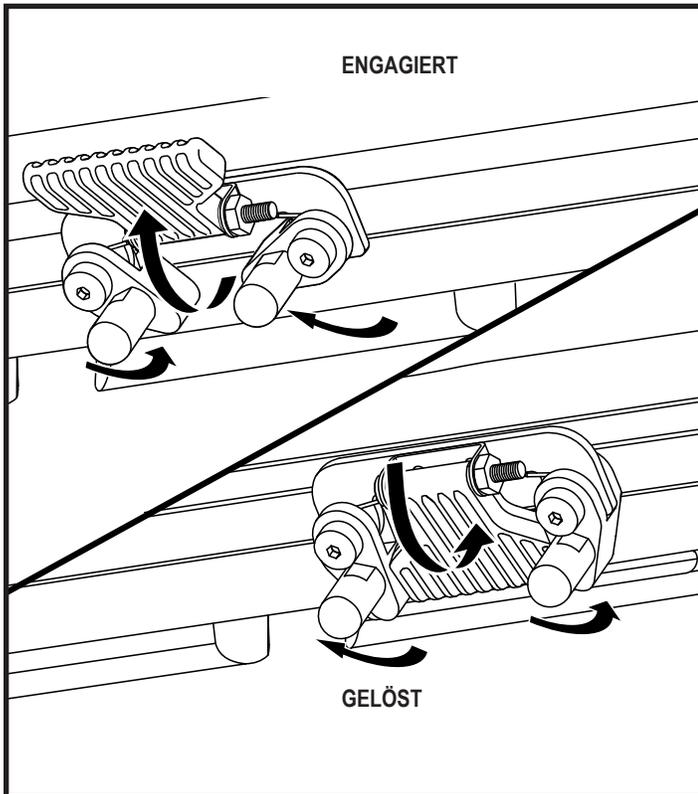

Bild 11. Sicherheit der Sitzverriegelung
3. Klappen Sie die Sitzverriegelungssicherung herunter. **Siehe Bild 11.**